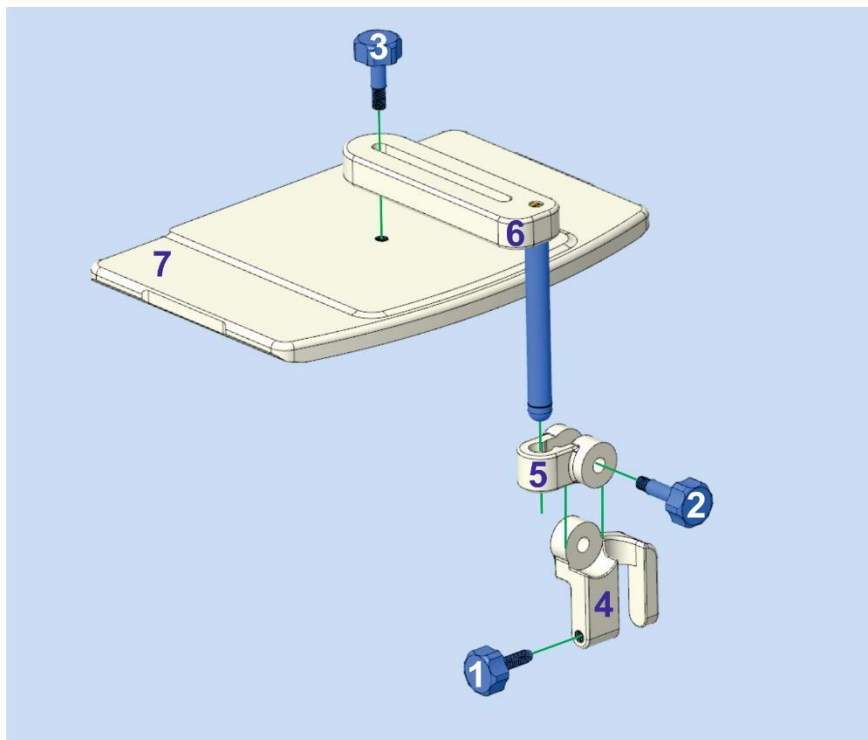

Figura 17: Asamblare Suport de bobină ER în setarea „Coil HLD”.
- A se vedea Figura 17 pentru detalii pentru aranjamentul componentelor.